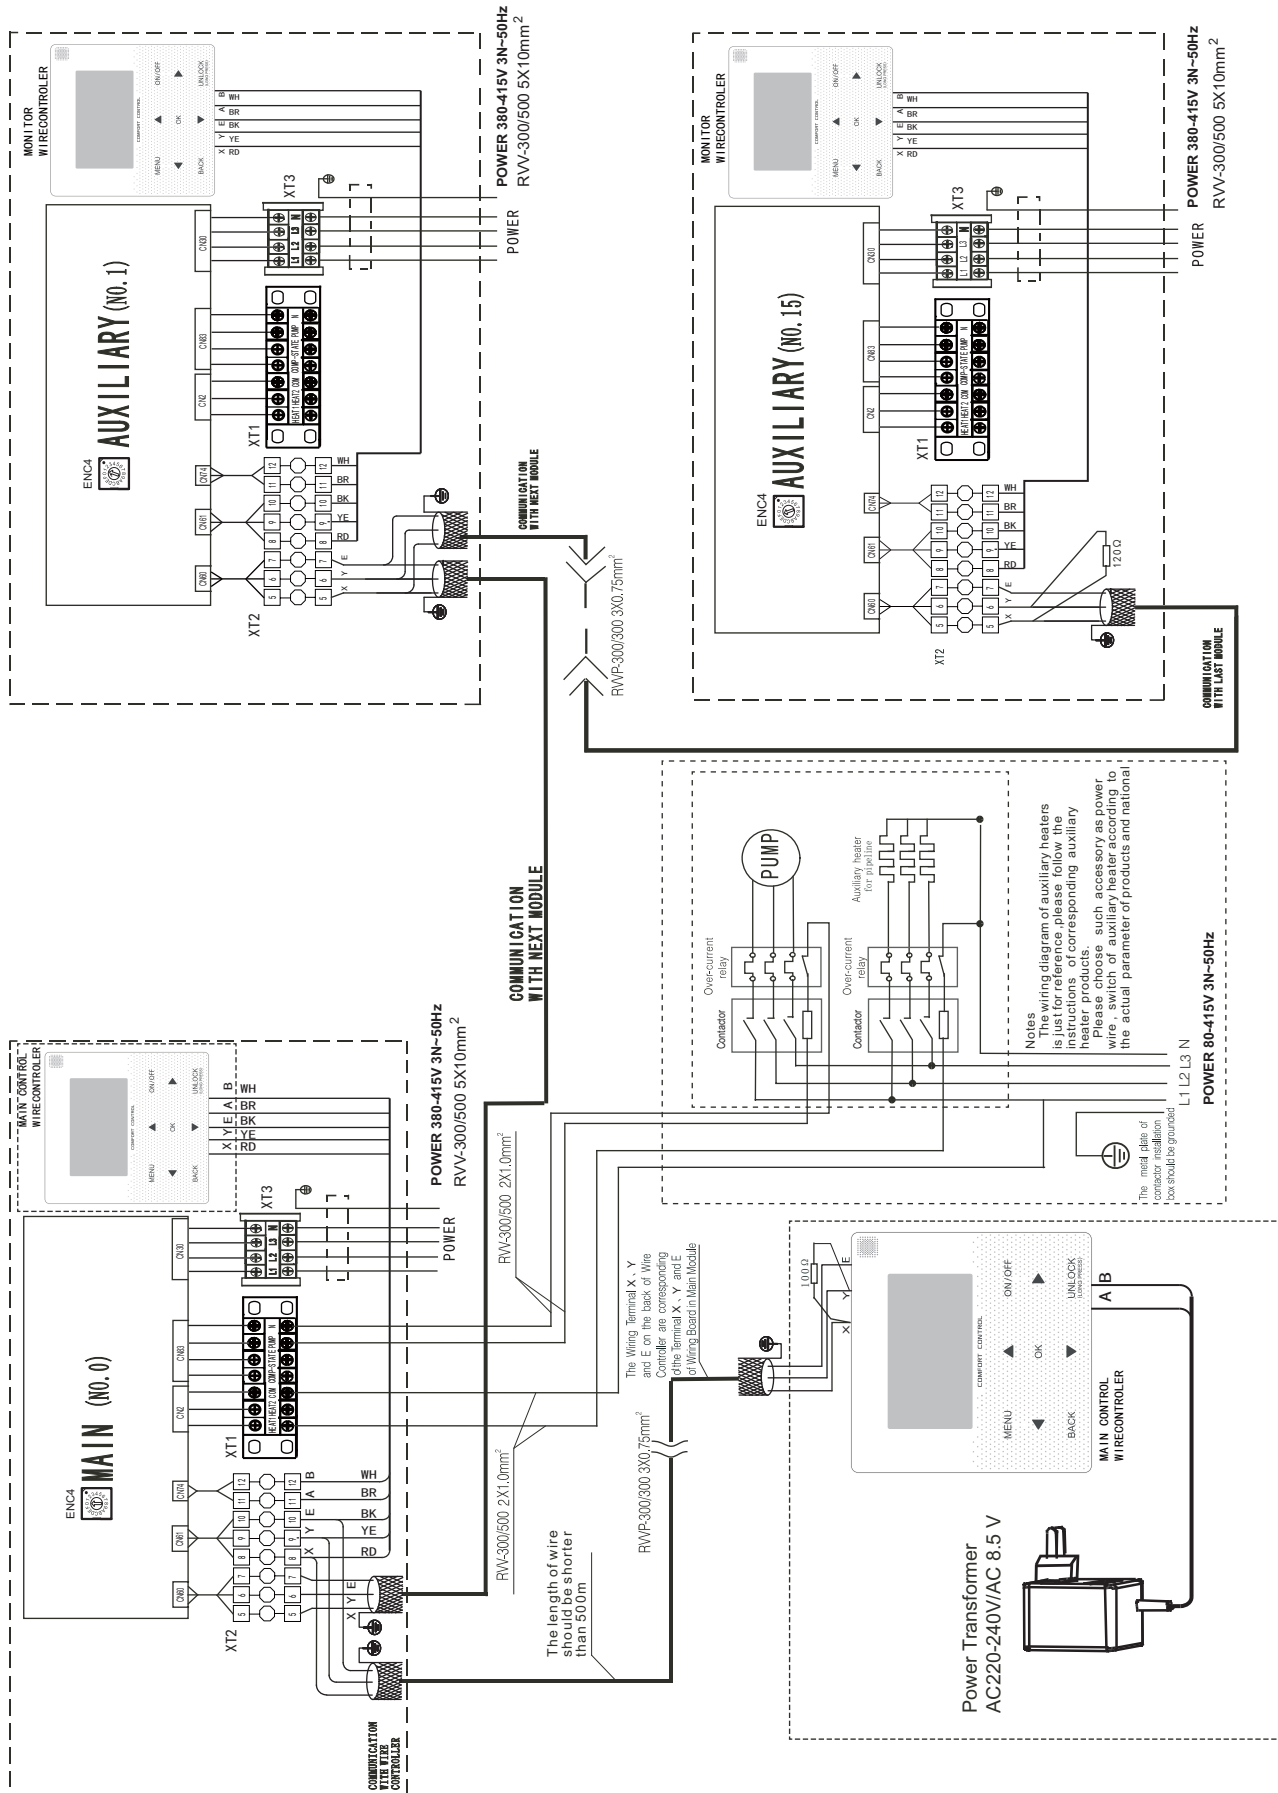

Fig. 8-18 Esquema de comunicación en red de la unidad maestra y las unidades esclavas para los modelos 30
- c) Las unidades deben controlar las bombas (consulte la Fig. 8-18 y 8-19, para ver el diagrama de cableado de las bombas).